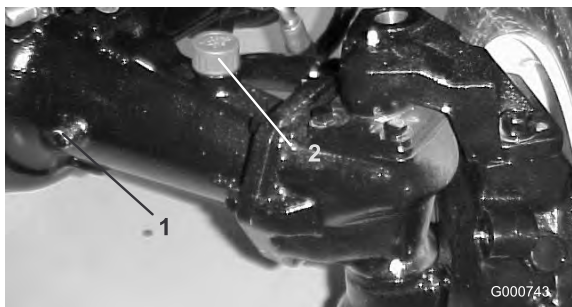

図 67
2. アクスルの一方の端部から点検用プラグ (図 67) を抜き、穴の高さまで潤滑油があることを確認する。量が不足の場合は、給油プラグ (図 67) をはずして補給する。